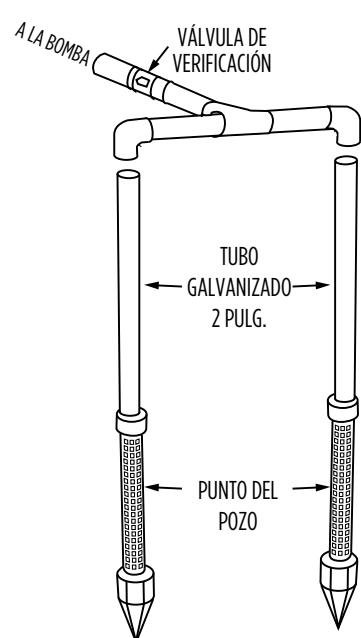

**Figura 5**
## A. Conexión del Bocal de Succión (Figura 5)
5. Hacer funcionar la bomba. Una bomba bien cebada debe descargar agua sin aire a una presión constante. Si la bomba no produce agua después de cinco minutos, pararla, soltar la presión, sacar el tapón del bocal de cebado, agregar más agua, recolocar el tapón y recomenzar. Cerciorarse que la válvula de pedestal está bien instalada en el tubo de succión (Figura 5). Si se usa una línea de succión excepcionalmente larga, el agua en el cuerpo de la bomba se puede recalentar y la línea de succión se puede bloquear con el vapor. Si esto ocurre, reemplace el agua en el cuerpo de la bomba con agua fría y continúe cebando.